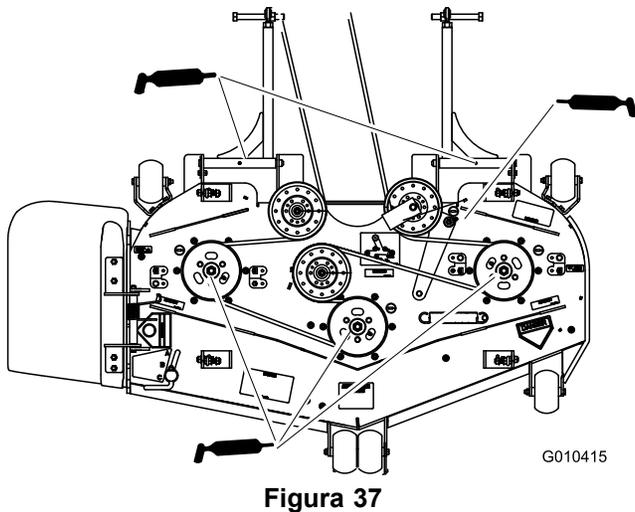

Figura 37
4. Ingrassate i tre cuscinetti del mandrino finché il grasso non fuoriesce dalle guarnizioni di tenuta inferiori (Figura 37).
5. Ingrassate il braccio di rinvio della cinghia, sulla scocca del tosaerba (Figura 37).
6. Lubrificate i raccordi sui bracci di spinta (Figura 37).